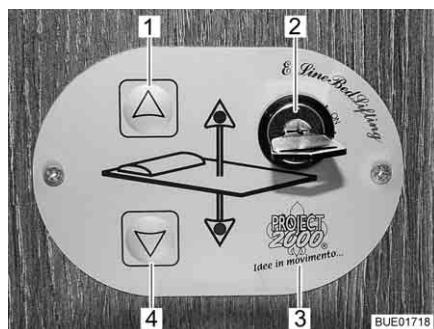

Fig. 124 Commande
Les touches (Fig. 124, 1 et 4) sur l'unité de commande (Fig. 124,3) permettent d'abaisser ou de relever le lit escamotable. L'interrupteur à clé (Fig. 124,2) permet de protéger l'unité de commande contre toute utilisation non autorisée. Le lit escamotable est réglable en continu en hauteur.
- Tourner la clé de 90° dans le sens des aiguilles d'une montre dans l'interrupteur à clé (Fig. 124,2). L'unité de commande (Fig. 124,3) est activée.
- Appuyer sur la touche fléchée (Fig. 124,4) et la maintenir pressée jusqu'à ce que le lit escamotable ait atteint la position désirée vers le bas.
- Appuyer sur la touche fléchée (Fig. 124,1) et la maintenir pressée jusqu'à ce que le lit escamotable ait atteint sa position finale supérieure.
Régime de secours S'il n'est plus possible de déplacer le lit escamotable avec les touches fléchées (Fig. 124,1 et 4), contrôler d'abord le fusible dans le meuble haut avant du côté gauche du véhicule et sur la réserve 3 sur le bloc électrique (voir paragraphe 8.9.1). Si le fusible n'est pas défectueux mais qu'il n'est toujours pas possible de déplacer le lit escamotable, ce dernier peut l'être manuellement.